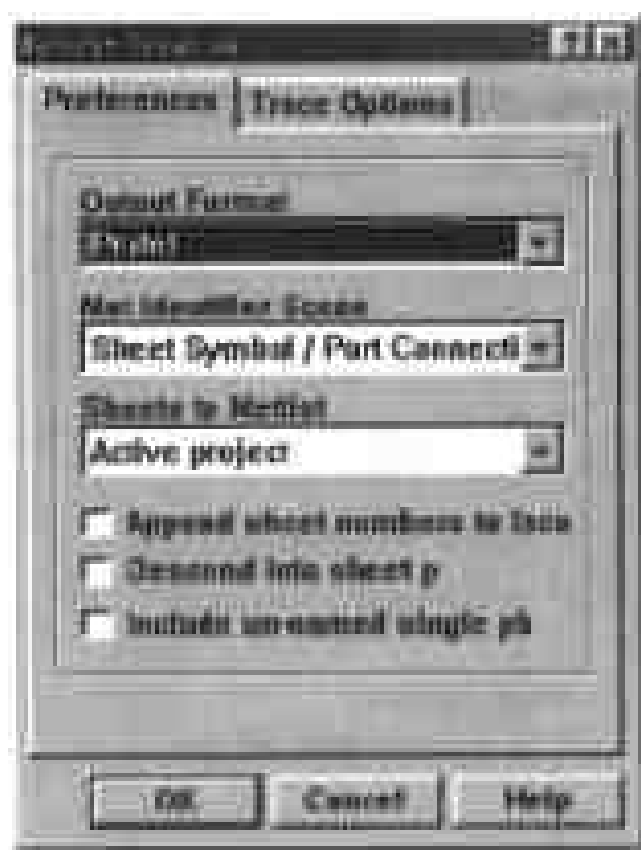

图 5-1 生成网络表的对话框
(1) 打开第 2 章中绘制的原理图文件,选择 Design > Create Netlist,弹出如图 5-1 所示的对话框。
(6) 在如图 5-1 所示的对话框底部还提供了 3 个复选框,在默认情况下它们都没有被选中,这 3 个选项的功能如下: